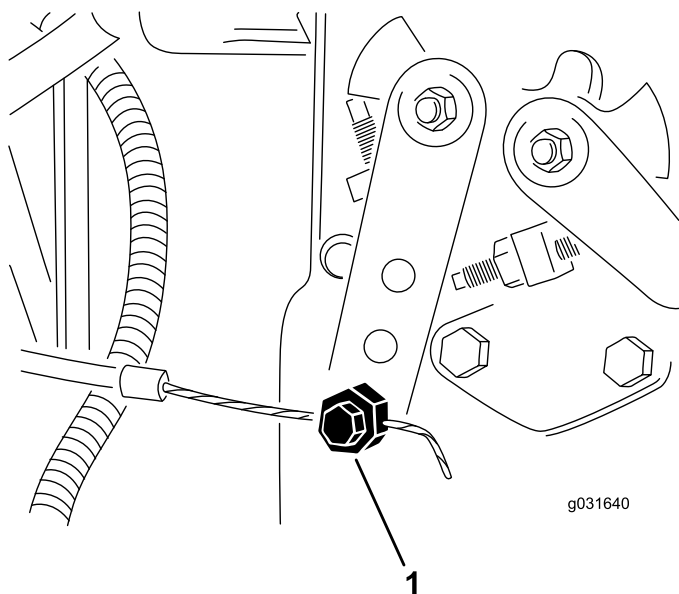

Figura 61
2. Desaperte o dispositivo de ligação do cabo do acelerador no braço da alavanca da bomba de injeção (Figura 61).